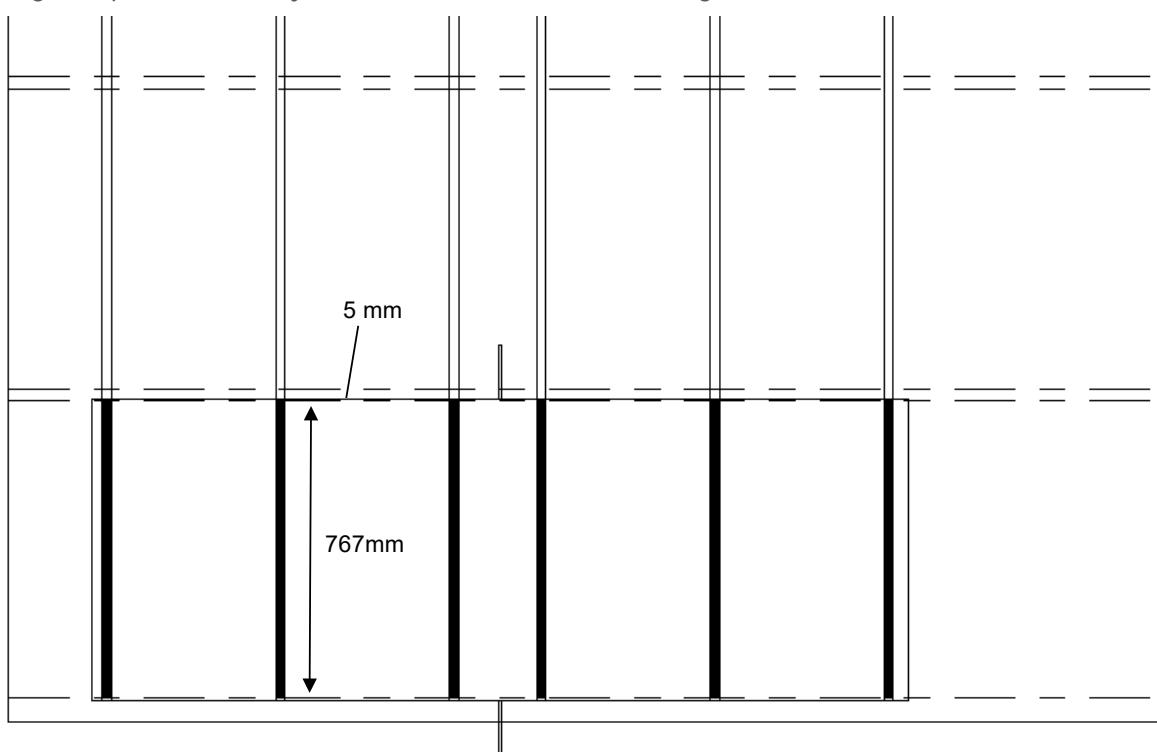

Figura 12
④ O comprimento do tubo de suporte é de 2390 mm, que é igual ao comprimento do adesivo aplicado na parte inferior. O comprimento do adesivo estrutural entre o tubo de suporte e o produto superior é de 767mm, e as duas extremidades são recuadas 5 mm a partir do lado longo do produto Galaxy Plus (conforme mostrado na Figura 12).